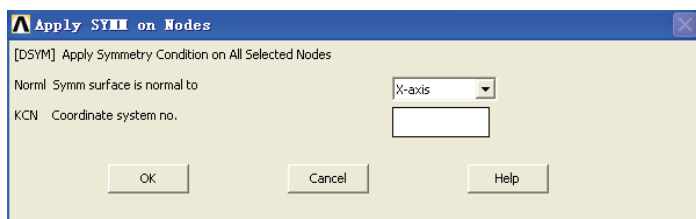

图 6-47 施加对称位移约束对话框
4) 选择 Main Menu | Solution | Define Loads | Apply | Structural | Displacement | Symmetry B.C. | On Nodes 命令, 出现 Apply SYMM on Nodes 对话框, 在 Norml Symm surface is normal to 下拉菜单中选择 X-axis, 如图 6-47 所示, 单击 OK 按钮关闭该对话框。